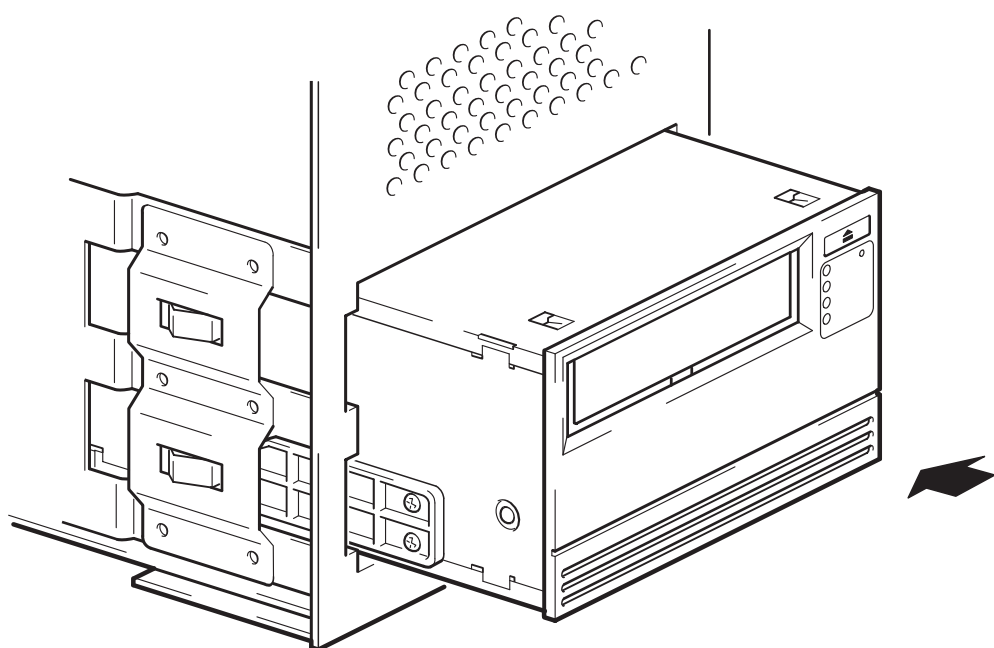

图 6: 安装磁带机
- 1 将磁带机滑入打开的托架，如图 6 所示，使托盘或导轨与托架中的槽对齐。